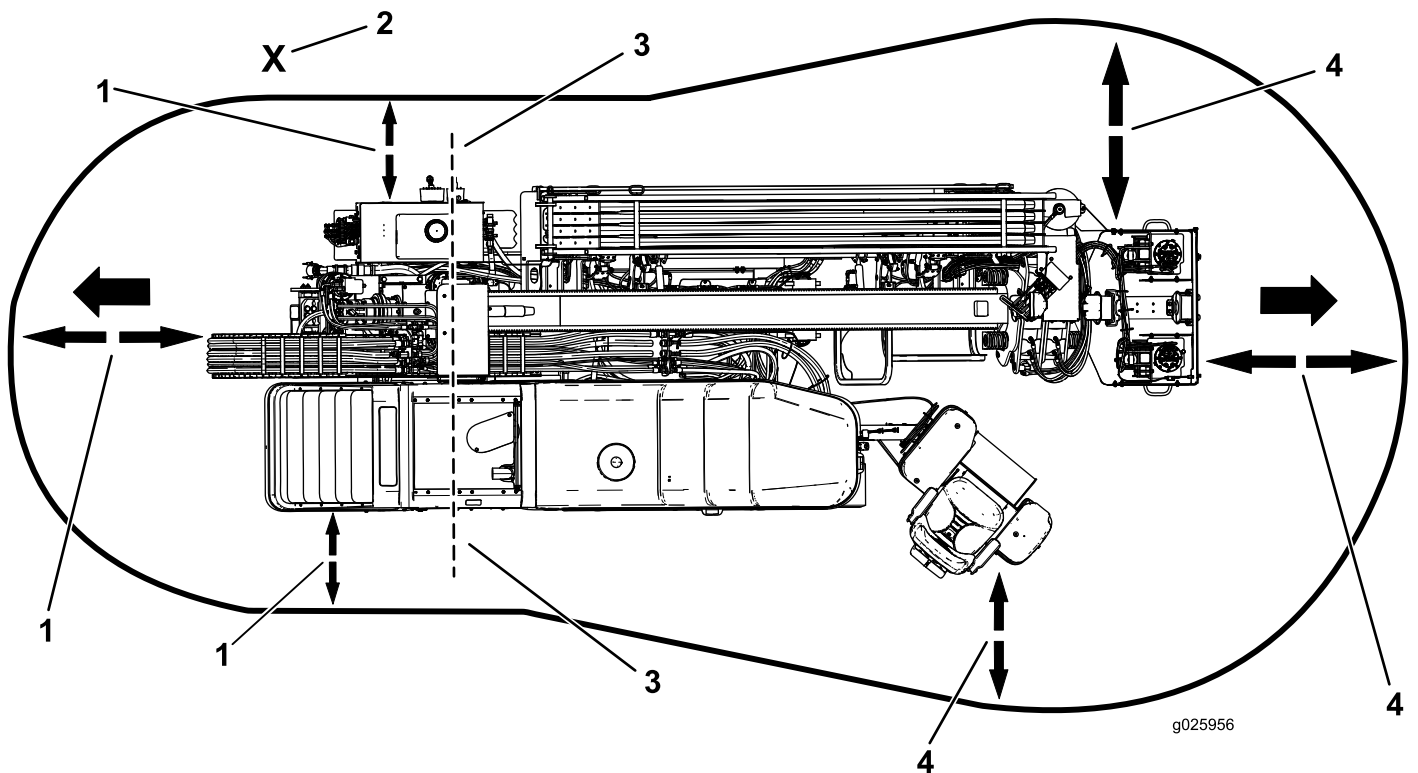

**Bild 3**
- Verwenden Sie das Steuerpult neben der Maschine außerhalb des Gefahrenbereichs (**Bild 3**).